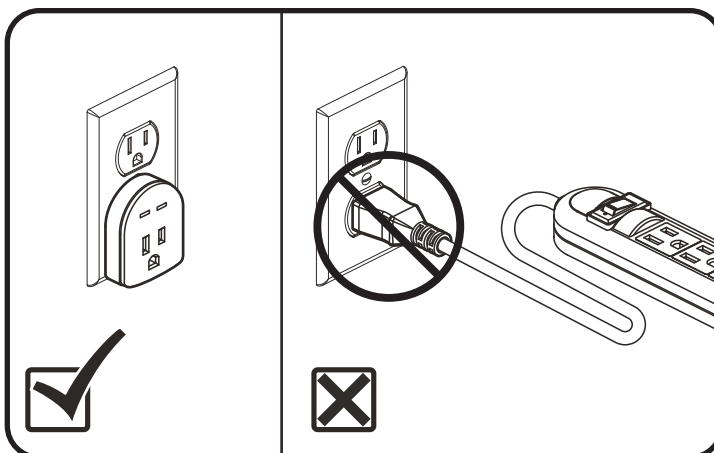

Figure 4.3 Parasurtenseur
7. Branchez le cordon d'alimentation directement dans la prise murale. **N'utilisez pas de cordon de rallonge électrique!** (fig. 4.3).
- Branchez le cordon d'alimentation directement dans une prise. **N'utilisez pas de rallonge électrique!** (fig. 4.3).